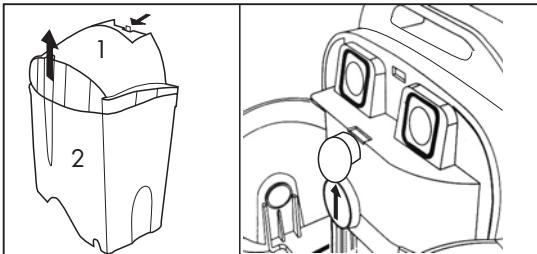

Fig. 12
- togliere il serbatoio di recupero (2) ed il coperchio (1) dalla sede sull'apparecchio. Fig. 12
- Togliere il tappo soffiaggio Fig. 12 bis
Fig. 12 bis